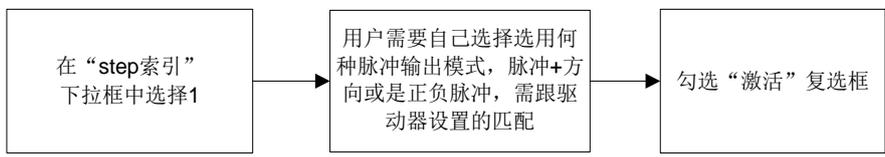

图 4-19 开环模式下 step 配置流程
- (2) 切换至'step'页。开环模式下 step 配置流程如图 4-19 所示。